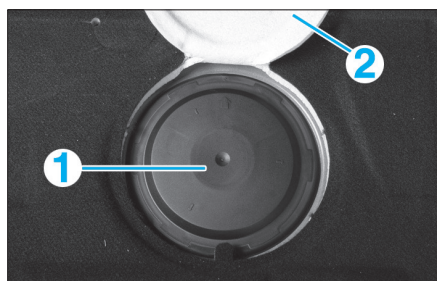

FIG. 49
- Soulever la moquette prédécoupée (1) (Fig.49).
- Déposer le cache (2).